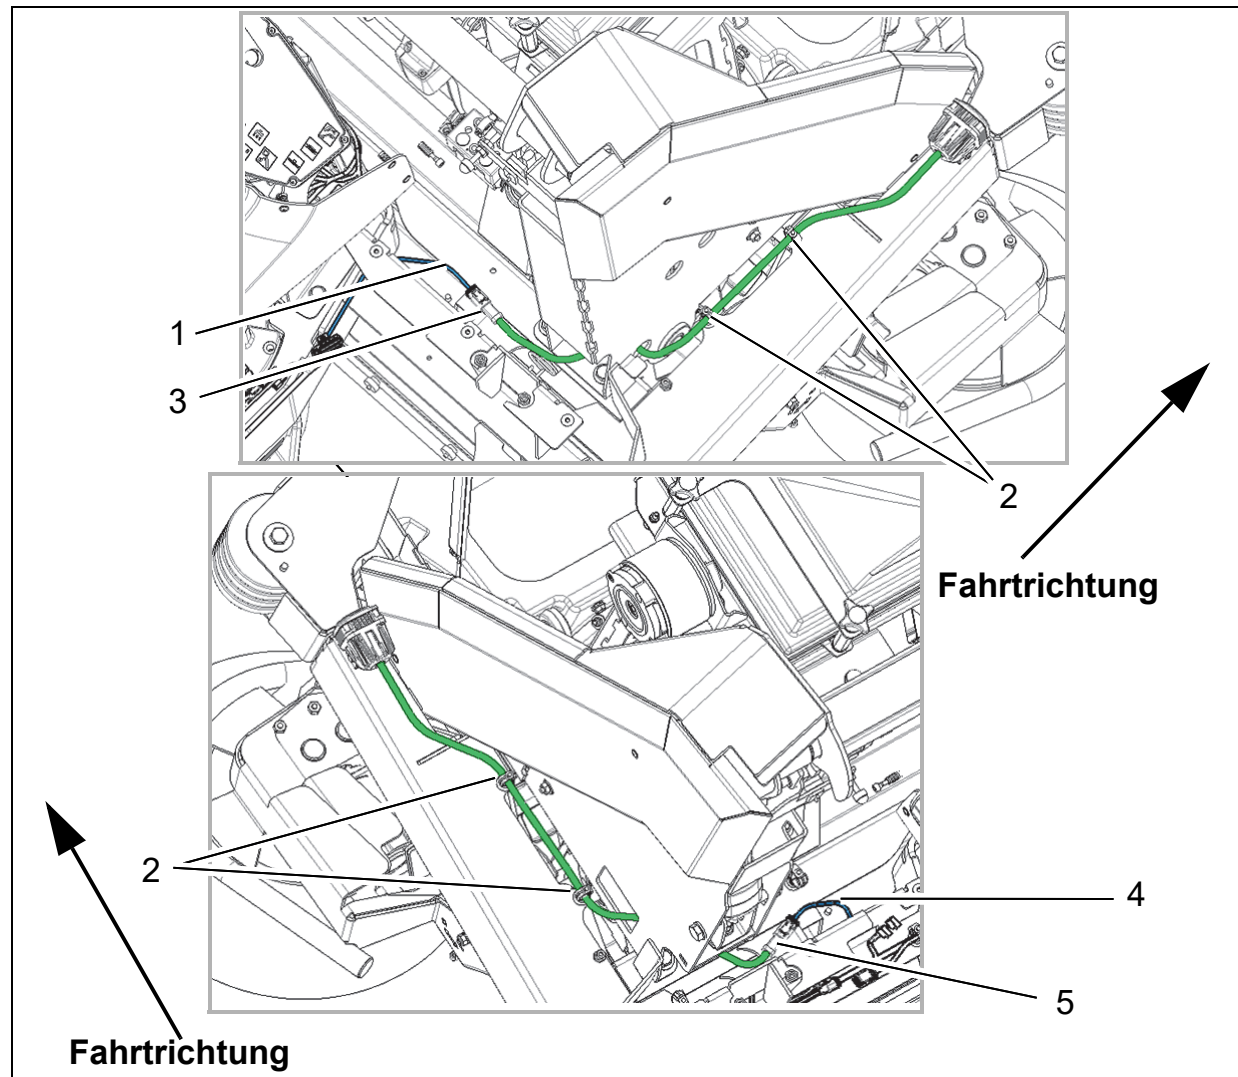

Abb. 6
1. Stecker E11 des Kabelbaums W3 auf der rechten Seite der Maschine aus dem Kabelbündel lösen und durch die Aussparung nach vorn führen (Abb. 6/1).
2. Kabel des rechten LED-Arbeitsscheinwerfers durch die Kabelbündelhalter (Abb. 6/2), dann durch die Aussparung der Hochentleerungssäule führen und mit Stecker E11 verbinden (Abb. 6/3).
3. Stecker E1 des Kabelbaums W3 auf der linken Seite der Maschine aus dem Kabelbündel lösen und durch die Aussparung nach vorn führen (Abb. 6/4).
4. Kabel des linken LED-Arbeitsscheinwerfers durch die Kabelbündelhalter (Abb. 6/2), dann durch die Aussparung der Hochentleerungssäule führen und mit Stecker E1 verbinden (Abb. 6/5).